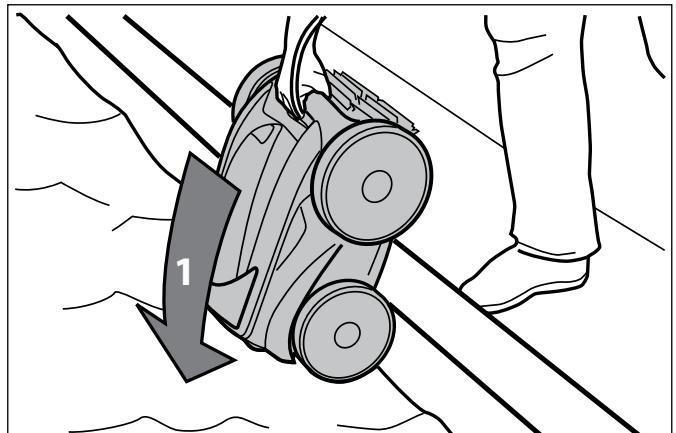

Figure 15. immerger le robot nettoyeur à la verticale
1. Immerger le nettoyeur dans l'eau de la piscine et libérer tout l'air emprisonné à l'intérieur en plaçant l'appareil à la verticale (Figure 15).